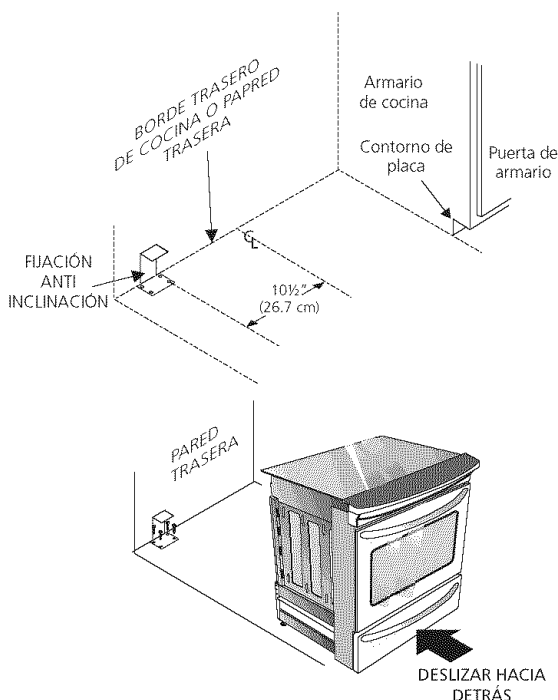

Figura 12
2. Desplegar el molde de papel y colocarlo alisado sobre el piso con el vértice posterior derecho posicionado exactamente en la intersección de las líneas central y posterior dibujadas anteriormente. (Si no se dispone de un molde, usar el diagrama incluido a continuación para ubicar las ménsulas (Figura 12)).
6. Deslice la cocina hacia su lugar asegurándose que la pata de centro trasera está completamente segura con el soporte anti-inclinación (figura 12). Baje la cocina ajustando las 4 patas de nivelación hasta que la plancha de cocinar está apoyada en el mostrador. Refiere a la "Nivelación de la cocina" a la página 6.